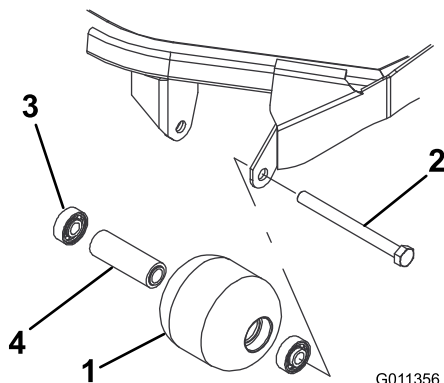

Figura 81
1. Retire el perno de montaje del rodillo (Figura 81).
4. Inspeccione el alojamiento del rodillo, los cojinetes, y el espaciador del cojinete (Figura 81). Sustituya cualquier componente dañado y móntelos.
1. Introduzca a presión el primer cojinete en el alojamiento del rodillo (Figura 81). Haga presión solamente sobre el anillo de rodadura exterior, o de forma igual sobre el anillo exterior y el interior.
2. Introduzca el espaciador (Figura 81).
3. Introduzca a presión el segundo cojinete en el alojamiento del rodillo (Figura 81). Presionando uniformemente sobre el anillo de rodadura interior y el exterior hasta que el anillo de rodadura interior entre en contacto con el espaciador.